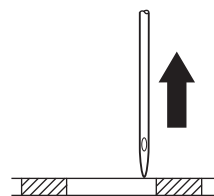

Рис. 6
- Поворачивайте маховое колесо в нормальном направлении до тех пор, пока находящаяся в правом положении игла, поднимаясь вверх, не окажется в 2-3 мм над поверхностью игольной пластинки (рис. 6).